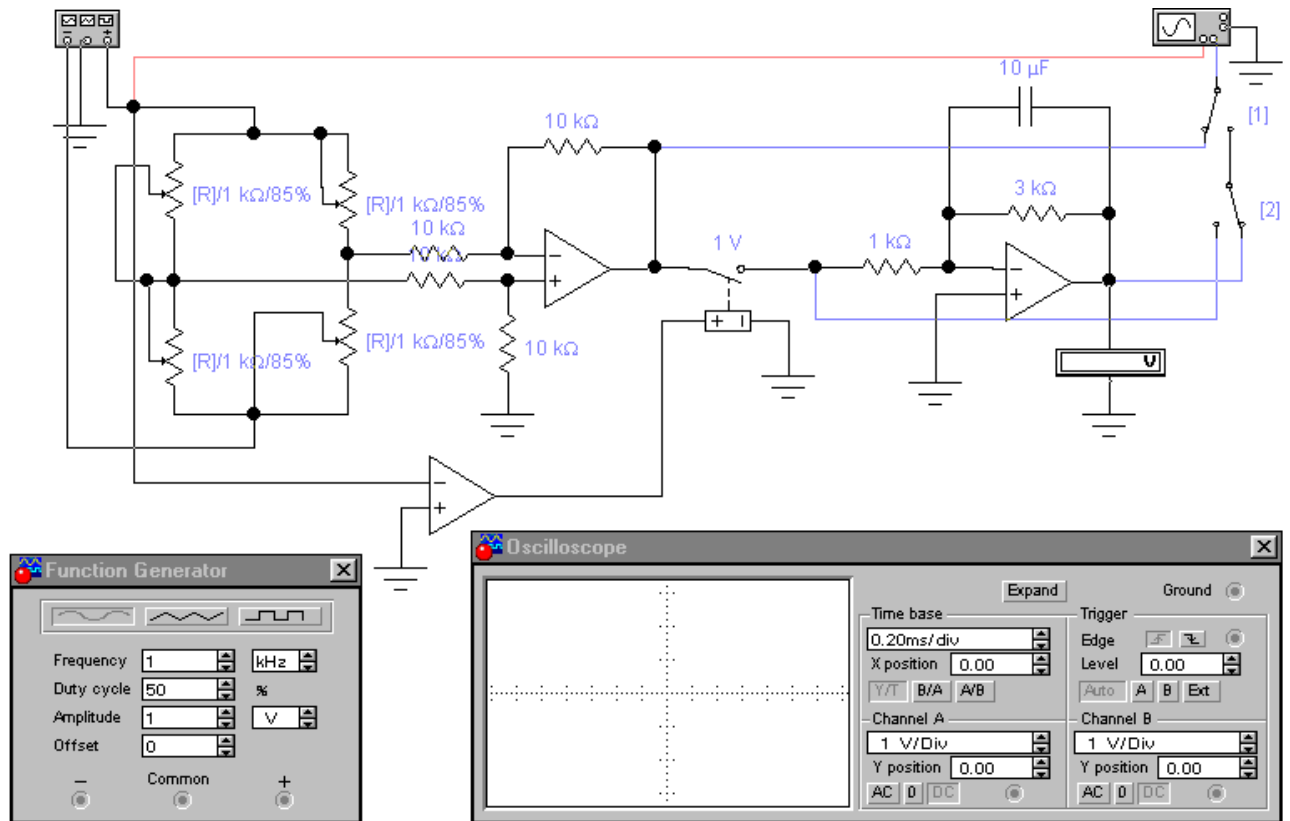

Рис. 2. Измерительная цепь резистивного преобразователя перемещений
- 1) Включить схему преобразователя, изображенную на рис. 2. Снять временную диаграмму работы устройства.